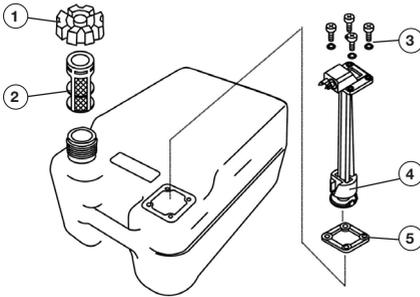

Рис. 57 Обслуживание внешнего топливного бака
1. Откройте крышку 1 топливного бака и извлеките из горловины бака сетчатый фильтр 2 (Рис. 57).
5. Открутите винты 3 крепления топливозаборника и извлеките топливозаборник 4 из бака (Рис. 57).
7. Установите между топливозаборником и топливным баком новую прокладку 5 (Рис. 57).